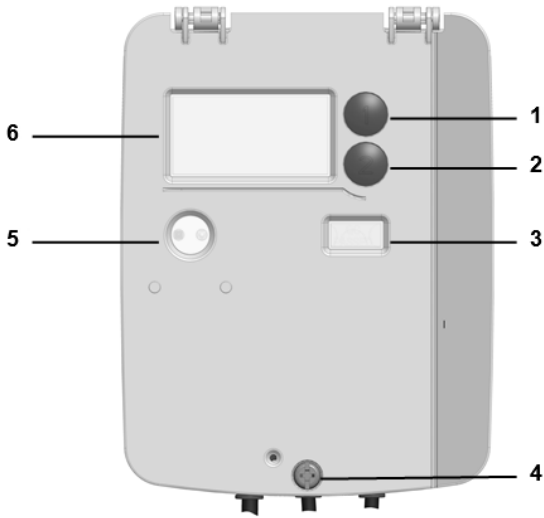

图 1: 仪表，关闭
- 拧紧设备盖的盖子 (图 1, 4 号) : 至少 1 Nm